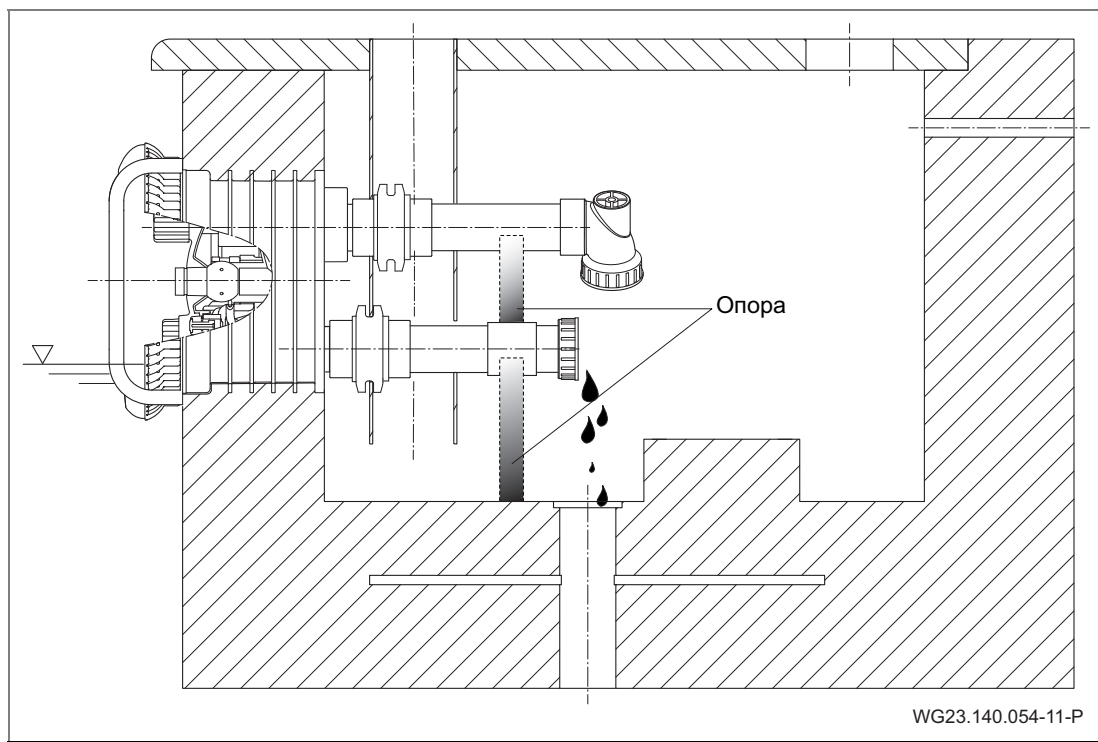

Рис. 27
3. С помощью опор расслабить всасывающий и напорный трубопроводы. См. "Рис. 27".